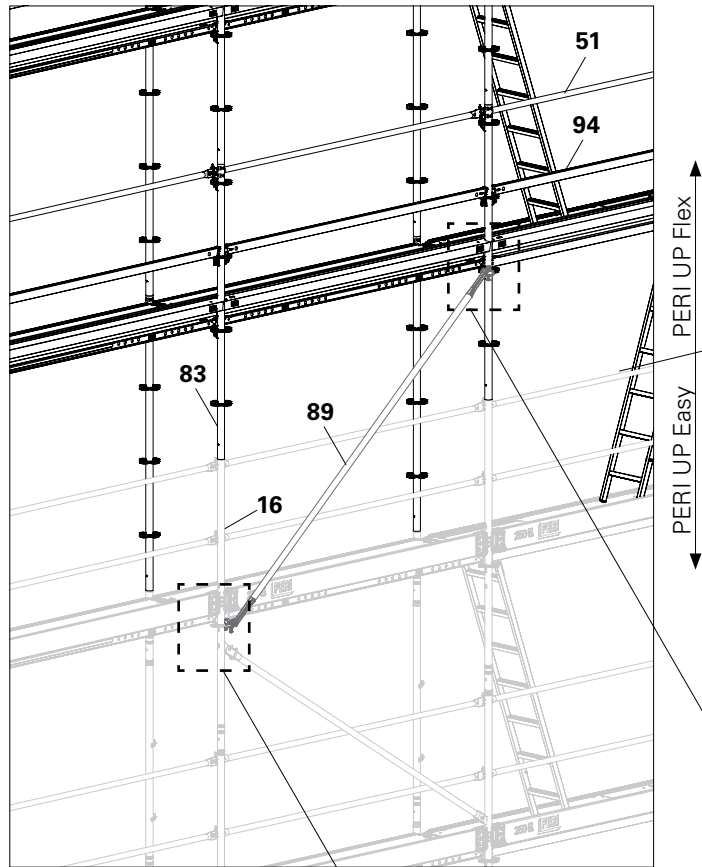
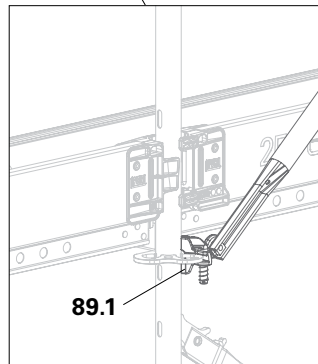
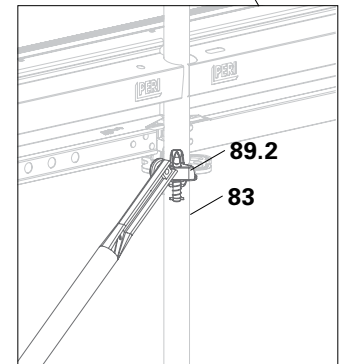

Abb. C1.05
Abb. C1.05b
Abb. C1.05a
1. Auf der Innen- und Außenseite des Easyrahmens EVF (16) Vertikalstiele UVR 200 (83), aufstecken.
2. Am Übergang zu PERI UP Flex eine Knotendiagonale UBK (89) einbauen. Eine Seite (89.1) unter der letzten Belagebene des Easygerüsts an Rosette des Easy Rahmens (16) (Abb. C1.05b) montieren. Andere Seite (89.2) unter der ersten Belagebene des Flexgerüsts an Rosette des Vertikalstieles UVR 200 (83) montieren. (Abb. C1.05a)
4. Seitenschutz des PERI UP Flex aus Geländerholm EPG (51) und Horizontalriegel UH Plus (94) herstellen.
5. Bordbretter UPF montieren. (Abb. C1.05)